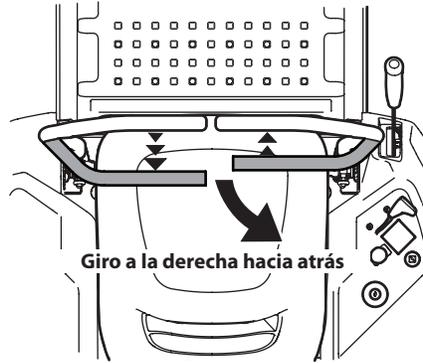

Figura 3-9
2. Para girar a la derecha mientras se desplaza marcha atrás, mueva la palanca de control de la transmisión derecha hacia adelante respecto de la palanca de control de la transmisión izquierda. Consulte Figura 3-9.